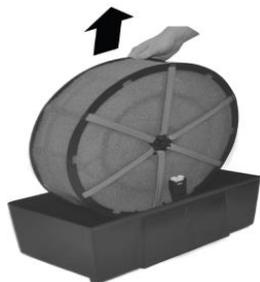

Рис. 21
2. Извлеките барабан фильтра (рис. 21).